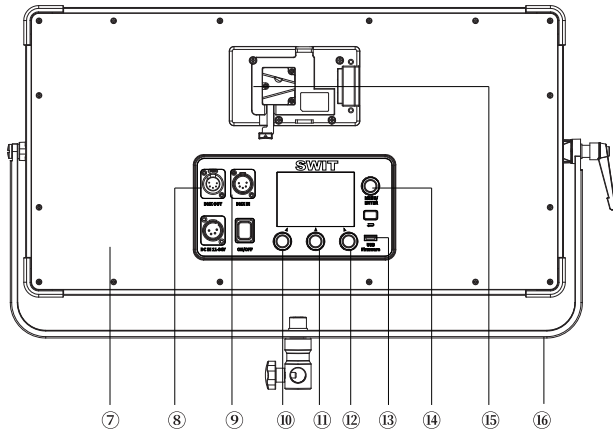

图7 VANGO-100背面视图
注: 图7 ⑩/⑪/⑫参数调节旋钮为复用旋钮, 不同模式下具备不同的功能
- ▶ 通过"参数调节"调节旋钮(图7 ⑩/⑪/⑫)选定目标选项进行参数调节；
- ▶ 通过"MENU/ENTER"键(图7 ⑭)进行工作模式选择并切入目标选项。
在该工作模式下,用户可以通过图7 ⑩/⑪/⑫所示参数调节旋钮分别设定"色温"、"绿/品"、"亮度"等参数：
在该工作模式下,用户可以通过图7 ⑩/⑪/⑫所示参数调节旋钮分别设定"色度"、"饱和度"、"亮度"等参数：
在该工作模式下,用户可以通过图7 ⑩/⑪/⑫所示参数调节旋钮分别设定"红色"、"绿色"、"蓝色"等参数:
在该工作模式下,用户可以通过图7 ⑩/⑪/⑫所示参数调节旋钮分别设定"X坐标"、"Y坐标"、"亮度"等参数: